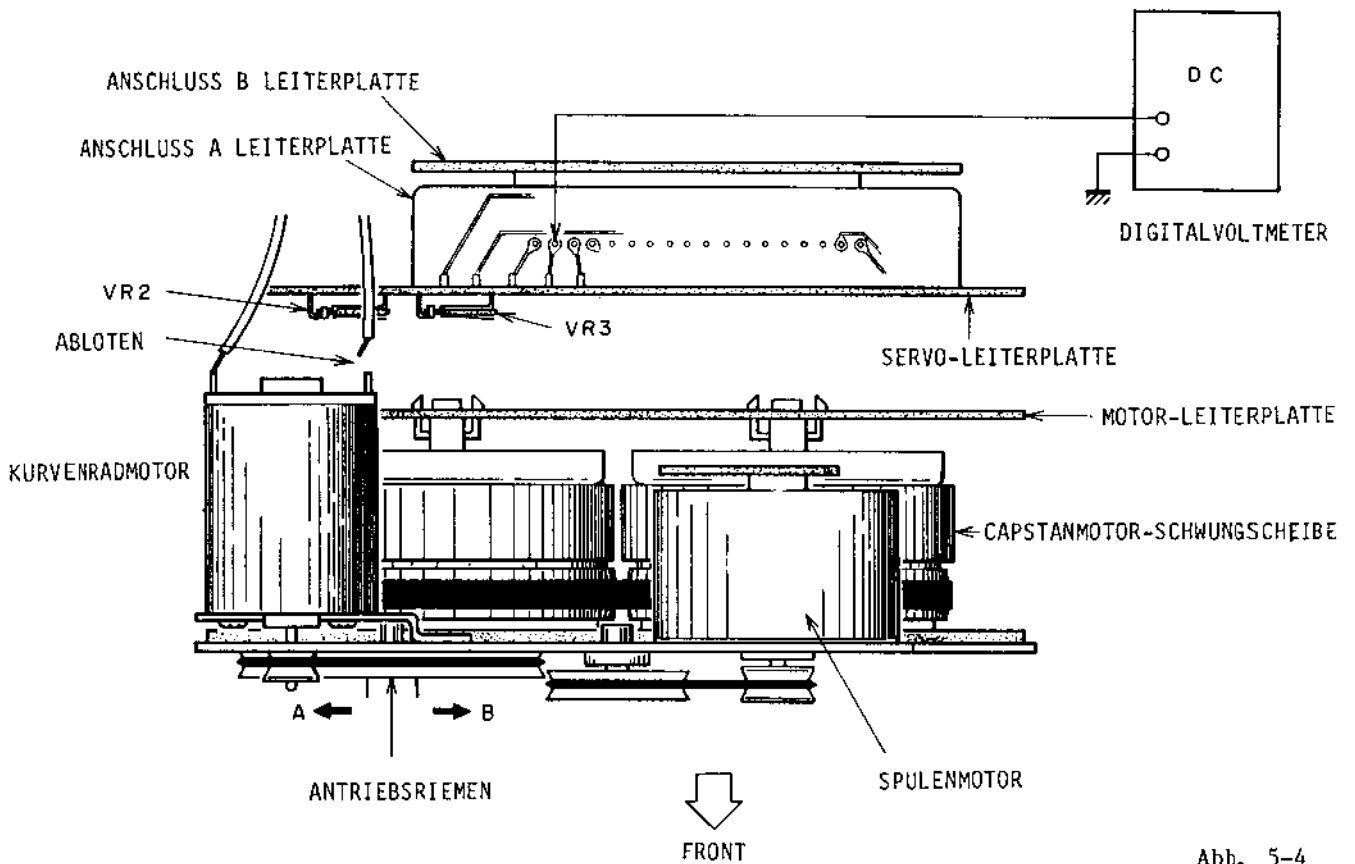
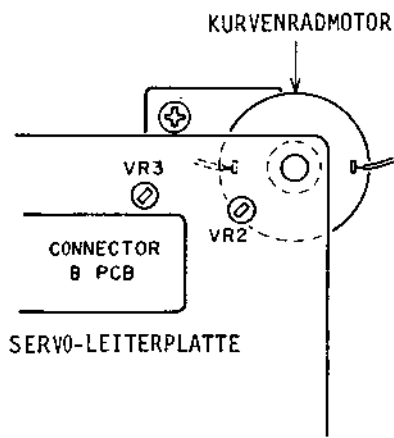

Abb. 5-4
Abb. 5-5
5-4 ABGLEICH DER VORGEgebenEN POTENTIOMETER-SPANNUNG (Siehe Abb. 5-4 bis 5-8)
(Siehe Abb. 5-4 und Abb. 5-5)
- b. Das Digitalvoltmeter wie in Abb. 5-4 gezeigt anschließen.
b. VR2 etwas verstellen, so daß in der STOP-Betriebsart die Mitte der Marke (A) mit der Mitte der Marke (B) übereinstimmt (die Spannung in der STOP-Betriebsart beträgt ca. 7,35 V, wenn die Versorgungsspannung an (1) in Abb. 5-4 9,75 V beträgt.)